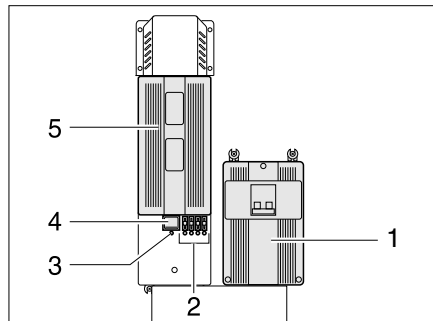
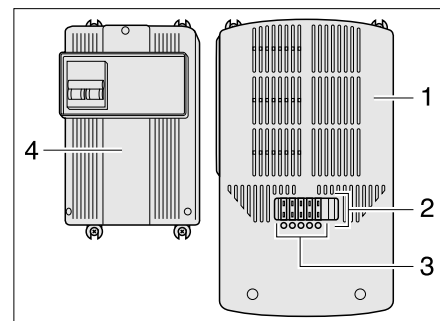

Bild 89 Netzgerät (Typ I)
Bild 90 Netzgerät (Typ II)
Das Netzgerät (Bild 89,5 bzw. Bild 90,1) ist neben dem 230-V-Sicherungsautomaten (Bild 89,1 bzw. Bild 90,4) montiert.
In das Netzgerät sind ein Hauptschalter (Bild 89,4) (nur Typ I), mehrere Sicherungen (Bild 89,2 bzw. Bild 90,2) und ein Überlastungsschutz integriert. Eine defekte Sicherung oder ein Kurzschluss im Stromkreis wird durch eine rot aufleuchtende LED unterhalb der Sicherung (Bild 89,2 bzw. Bild 90,3) signalisiert.
- Den Hauptschalter (Bild 89,4) unten drücken: Stellung "ON". Die grüne LED (Bild 89,3) leuchtet, wenn eine 230-V-Spannung anliegt.
- Den Hauptschalter (Bild 89,4) zunächst oben drücken: Stellung "OFF".